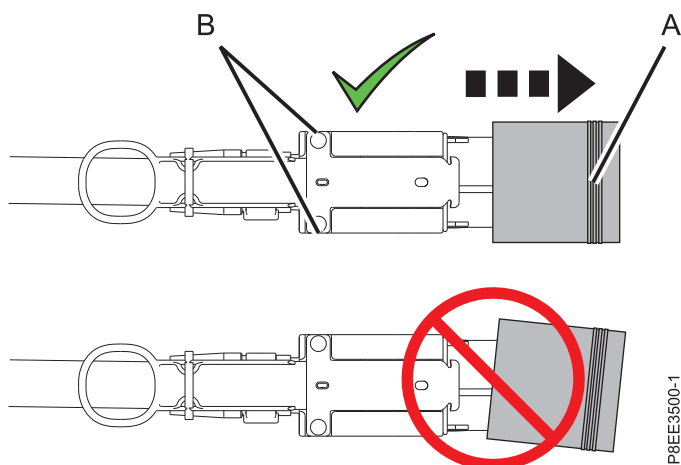

図 18. 拡張ドロワー・ケーブルのコンネクターからの保護カバーの取り外し
- b. 拡張ドロワー・ケーブルのコネクタから保護カバーを取り外します。ケーブル・ハウジング **(B)** の短辺を、一方の手の人差し指と親指で保持します。次に、カバーの長辺 **(A)** をもう一方の手の人差し指と親指でつかみ、保護カバーを取り外します。24 ページの図 18 を参照してください。